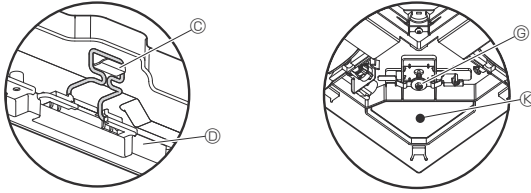

Fig. 9-7
- Vidayı sıktıktan sonra (Fig. 9-7) iki izgara kancasının ana üniteye bulunan kancalara tutturulduğundan emin olun.